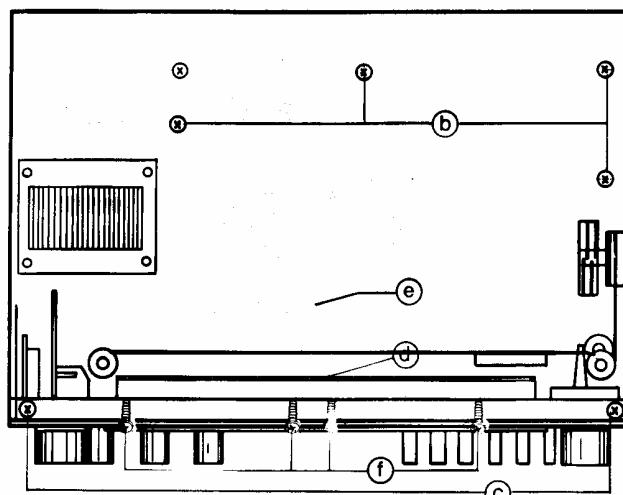

Fig. 3
- Oter les 4 vis **f** (Fig. 3).
- Défaire la vis **d** (Fig. 3).